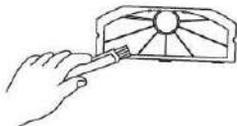

Figura 3
3. Remova a poeira acumulada utilizando a escova que acompanha o kit (Figura 3) ou simplesmente batendo os filtros contra qualquer superfície lisa (Ex.: parede interna da lixeira ou tanque). Se os filtros estiverem muito sujos, você pode lavá-los sob água corrente ou utilizar um soprador (Figura 4). Aguarde os filtros secarem completamente para reinstalá-los.